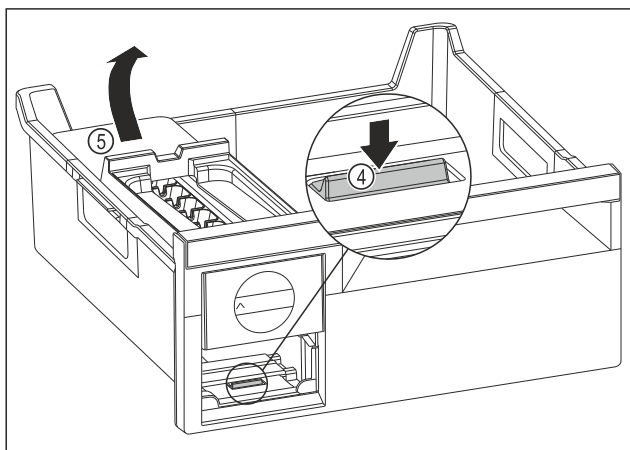

Fig. 177
- Retirer le corps de l'EasyTwist-Ice : Avec le doigt, pousser la languette Fig. 177 (4) vers le bas tout en soulevant de l'autre main le corps de l'EasyTwist-Ice Fig. 177 (5) depuis l'arrière.